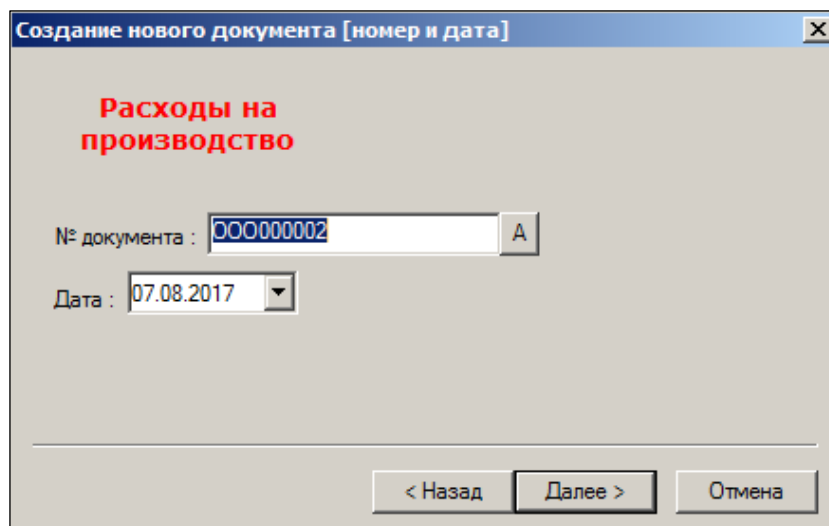

Рисунок 48 – Создание документа «Расходы на производство» (2)
- В окне **Создание нового документа [номер и дата]** (Рисунок 48) номер документа и дата создания задаются автоматически: номер формируется по правилам, определенным в ТС, в качестве даты задается текущая дата. При необходимости можно изменить номер документа и дату создания.